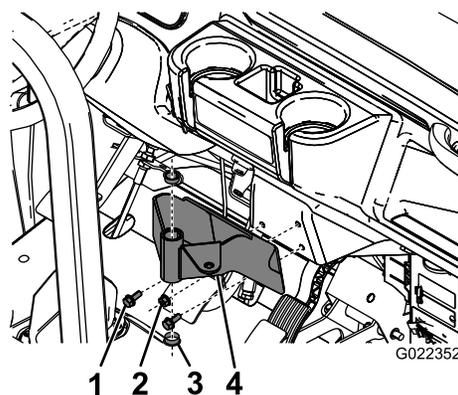

Figure 6
- 2. Insérez les 2 bagues en plastique dans le support de montage (Figure 6).
- 1. Montez le support du boîtier de commande sur la planche de bord du Workman (ou sur la plaque d'adaptation) à l'aide de 3 boulons et 3 contre-écrous, comme montré à la Figure 6.